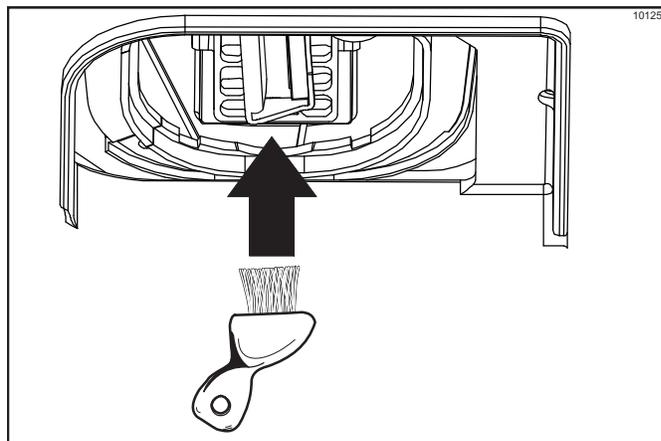

Figura 6-17
- 26. Sumerja repetidamente el cepillo de surtidor en el cubo de solución de limpieza/desinfección y limpie con mucho cuidado la cuchilla del conjunto de la granizadora y la zona alrededor (Véase la figura 6-17).